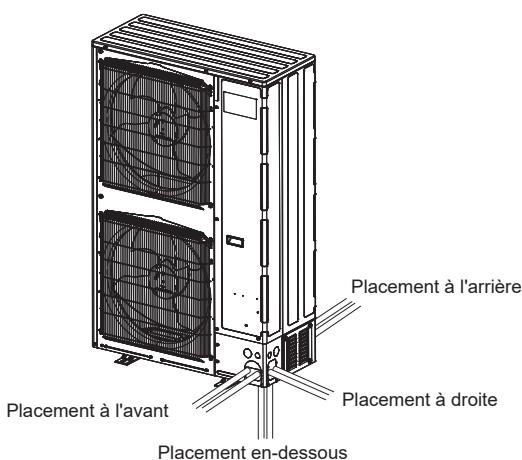

Fig. 4-10
- ① Effectuer les raccordements des tuyaux de réfrigérant de l'appareil intérieur/extérieur lorsque la vanne d'arrêt de l'appareil extérieur est complètement fermée.
- ② Faire le vide d'air de l'appareil intérieur et des tuyaux de raccordement.
- ③ Fixez les cache-tuyaux avant et arrière de manière à ce qu'ils correspondent à chacune des directions par lesquelles passe la tuyauterie. (Fig. 4-10)
- Lorsque vous acheminez les tuyaux à l'aide d'un cache-tuyau, découpez l'orifice défonçable dans le cache-tuyau (**B** ou **D**) en suivant la rainure, et enveloppez les tuyaux. (Fig. 4-10)